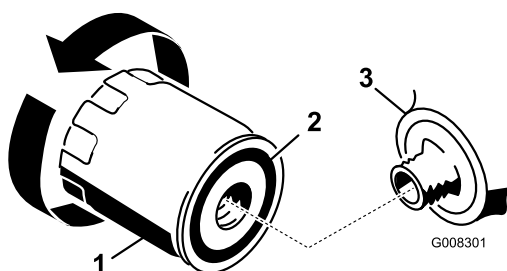

Figura 27
2. Retire el filtro usado y limpie con un paño la superficie de la junta del adaptador del filtro (Figura 27).
3. Aplique una capa fina de aceite del motor nuevo a la junta de goma sobre el filtro nuevo (Figura 27).
5. Apriete el filtro 1/2 a 3/4 de vuelta más (Figura 27).